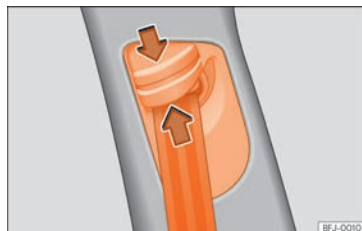

Abb. 94 Bei den Vordersitzen: Gurthöheneinstellung.
- Umlenkbeschlag in Richtung der Pfeile zusammendrücken und halten »» **Abb. 94.**